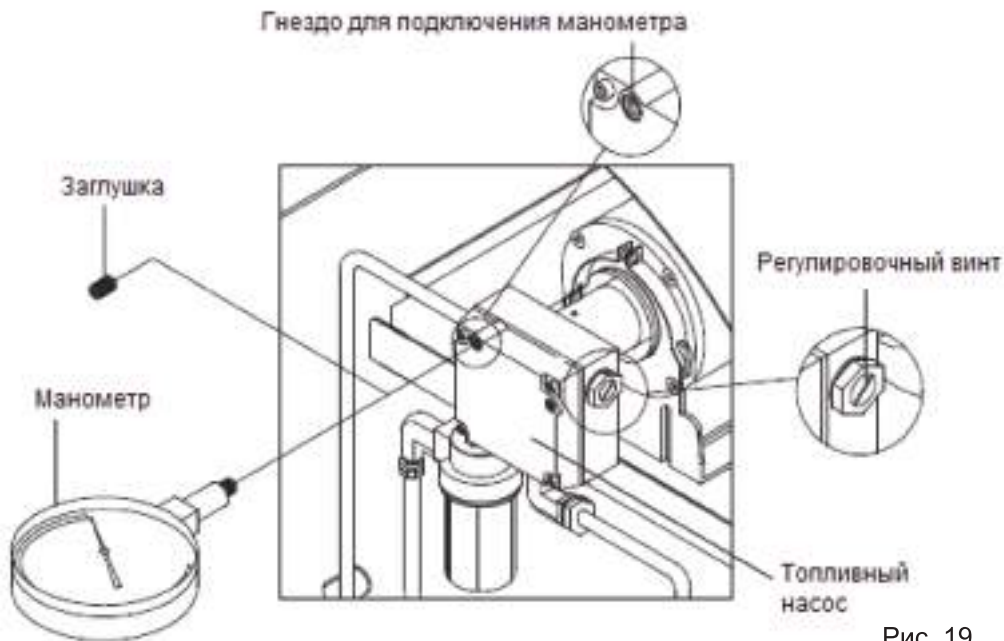

Рис. 19
**Регулировка давления топливного насоса (рис. 19):**